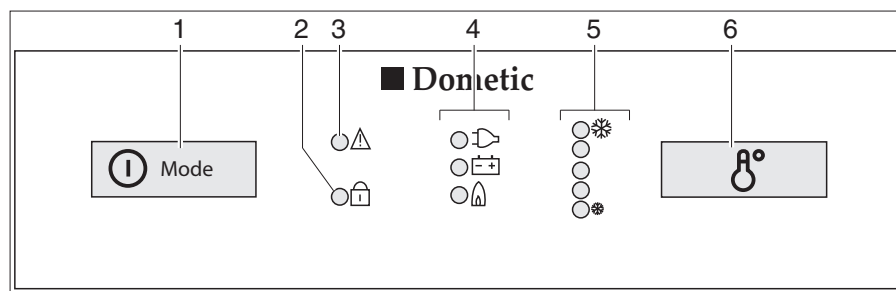

Fig. 134 Elementos de mando para el frigorífico (Dometic de la serie 8 con MES)
- Pulsar el conector/selector de energía (Fig. 134,1) 2 segundos para conectar el aparato. Se enciende el LED del último modo de funcionamiento elegido.
- Si es necesario, pulsar el conector/selector de energía (Fig. 134,1) brevemente varias veces, hasta que el piloto Gas "🔥" se enciende. El suministro de gas está abierto. El encendido se realiza automáticamente. Se oye un sonido de tic-tac hasta que el proceso de encendido se haya llevado a cabo con éxito.
- Ajustar la temperatura de refrigeración con el conmutador para el ajuste de temperatura (Fig. 134,6).
- Si es necesario, pulsar el conector/selector de energía (Fig. 134,1) brevemente varias veces, hasta que el piloto 230 V "" se enciende.
- Si es necesario, pulsar el conector/selector de energía (Fig. 134,1) brevemente varias veces, hasta que el piloto 12 V "" se enciende.